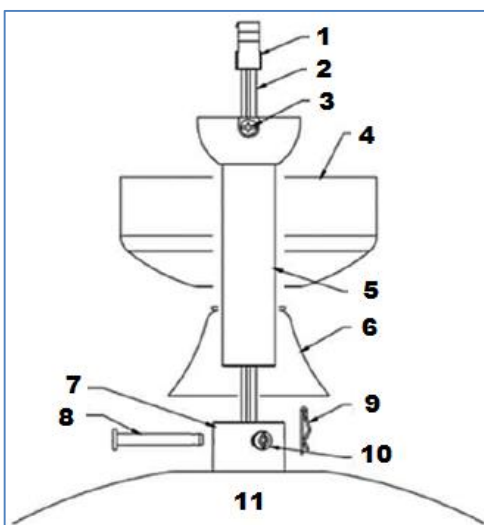

Fig. 4
- 1) Monter la tige descendante (5) à travers le couvercle(4) et le couvercle de boulon et de goupille (6).
- 2) Retirer le joint à rotule en desserrant la vis de pression (3) et insérer les câbles du moteur à travers la tige descendante et puis fixer le joint à rotule à la tige descendante.
- 3) Insérer la tige descendante à l'accouplement (7), aligner les trous de couplage avec les trous de tige descendante et insérer le boulon (8). Ensuite, insérer la goupille (9) à l'extrémité du boulon.
- 4) Enfin fixer la tige descendante et le couplage en serrant les deux vis de réglage (10) sur l'accouplement. Figure. 4